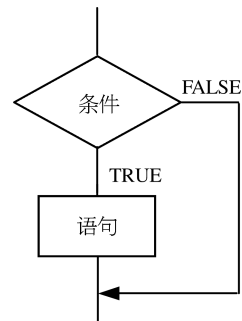

图 3-76 省略 ELSE 的 IF 过程流程
5) 可以省略 ELSE 语句, 如果省略了, 当 <condition_expression> 为 FALSE 时, 不做任何执行。省略 ELSE 的 IF 过程流程如图 3-76 所示。